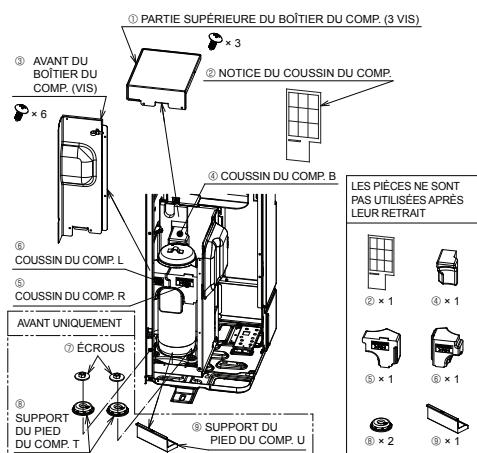

Fig. 4-1
- Avant de commencer à utiliser l'appareil, veillez à retirer la PARTIE SUPÉRIEURE DU BOÎTIER DU COMP. et l'AVANT DU BOÎTIER DU COMP. et ôtez les pièces du COMP. fixées. (Fig. 4-1)